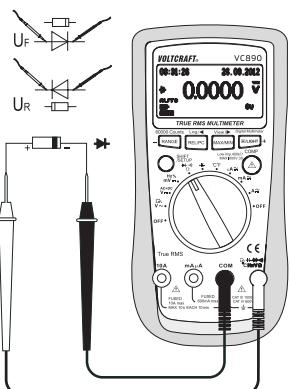

Abb. 6
- Schalten Sie das DMM ein und wählen den Messbereich „ Ω “. Drücken Sie die SHIFT/SETUP-Taste (3) bis im Display das Diodentest-Symbol \rightarrow erscheint.
- Stecken Sie die rote Messleitung in die $^{\circ}\text{CHzV}\Omega$ -Messbuchse (7), die schwarze Messleitung in die COM-Messbuchse (8) (Abb. 6).
- Im Display wird die Durchlassspannung „UF“ in Volt (V) angezeigt. Ist „OL“ ersichtlich, so wird die Diode in Sperrrichtung (UR) gemessen oder die Diode ist defekt (Unterbrechung). Führen Sie zur Kontrolle eine gegenpolige Messung durch.